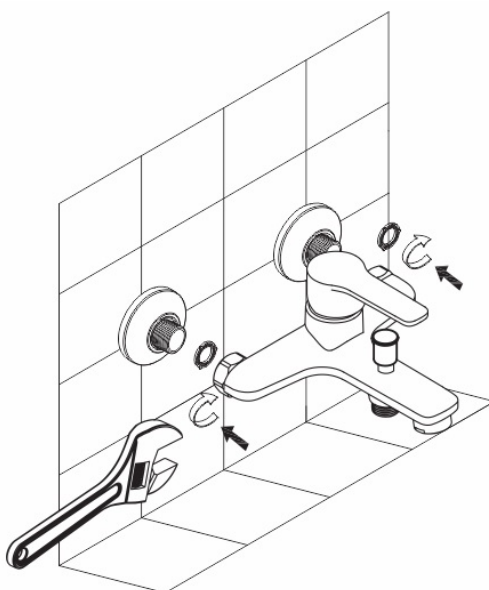

Рисунок 8
5. Прикрутите смеситель к установленным эксцентрикам (Рисунок 8). Смесители с настенной установкой имеют резьбу 3/4".